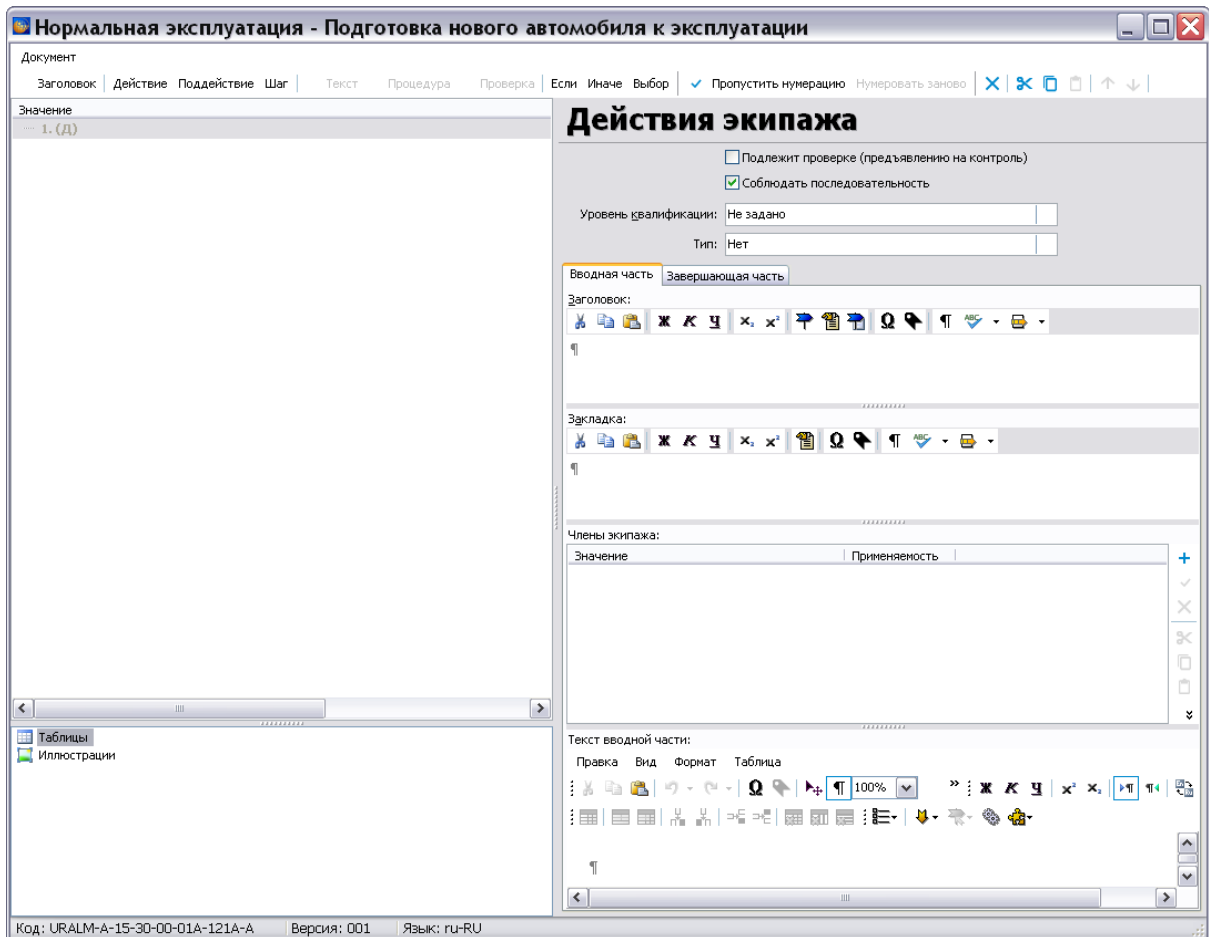

Рисунок 487
1) Нажмите на кнопку **Добавить действие** . В дереве значений появится номер действия, в правом окне редактора – параметры для ввода описания действий экипажа (рисунок 487).